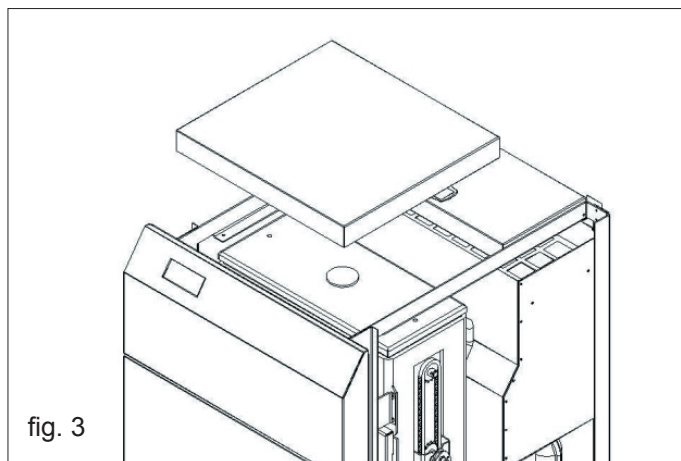

fig. 3
- scollegare l'apparecchio dalla rete di alimentazione elettrica (fig. 3).
- rimuovere il mantello superiore (fig. 3);